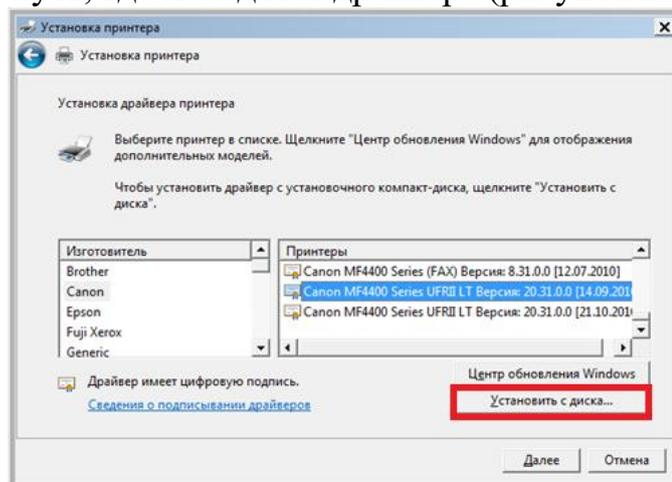

Рисунок 29.3 – Установка драйвера
5. Если в списке драйверов нет необходимых, нажмите «Установить с диска» и укажите путь, где находятся драйвера (рисунок 29.3).